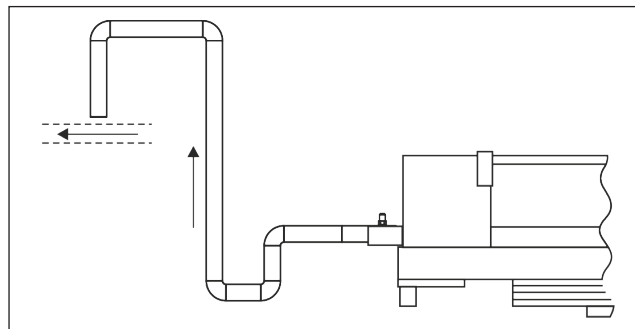

Рис. 11.4
5. Линия всасывания должна быть спроектирована и смонтирована таким образом, чтобы обеспечивать свободный возврат масла из воздухоохладителя в компрессор. Для этого рекомендуется на выходе из испарителя установить маслоподъёмную петлю, поднять трубопровод строго вертикально вверх на высоту не менее 2/3 высоты изделия, установить обратную петлю в верхней части вертикального трубопровода и далее вести магистраль в соответствии с проектом (Рис. 11.4).